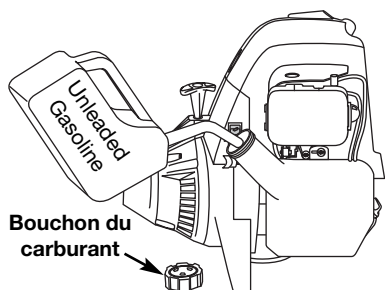

Fig. 4
1. Déposez le bouchon à essence (Fig. 4).
2. Placez le bec du récipient d'essence dans l'orifice du réservoir (Fig. 4) et remplissez celui-ci.